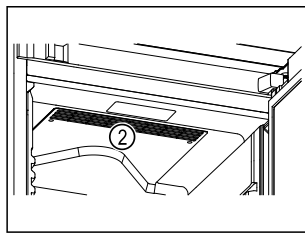

Fig. 60
- ☐ Hoidke ringlusõhupuhuri ventilatsioonipilud Fig. 60 (2) siseruumis vabad.